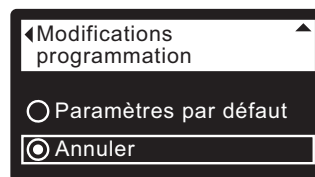

FIG. 91
7. Appuyez sur le sélecteur (O) pour afficher le menu de modifications de la programmation (cf. Figure 91).
8. Si le cercle à gauche de l'option souhaitée a déjà un point (cf. Figure 91), passez à l'étape 9. Sinon, appuyez sur le bouton BAS (▼) ou HAUT (▲) pour passer à l'option souhaitée, puis sur le sélecteur (O) pour valider votre choix.